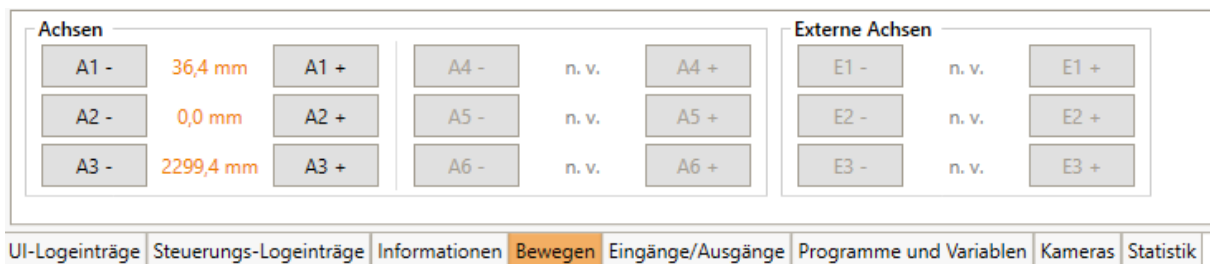

Abbildung 17: Die Softwareschaltflächen für "Achse"-Bewegungen. In beiden kartesischen Modi wechseln die Schaltflächen auf X, Y, Z, A, B und C.
- "Achse": Ein Klick auf A1 bis A6 bewegt die entsprechende Roboterachse (falls vorhanden). E1 - E3 bewegt die externen Gelenke. Dies können lineare oder Rotationsachsen sein (Abb. 17).